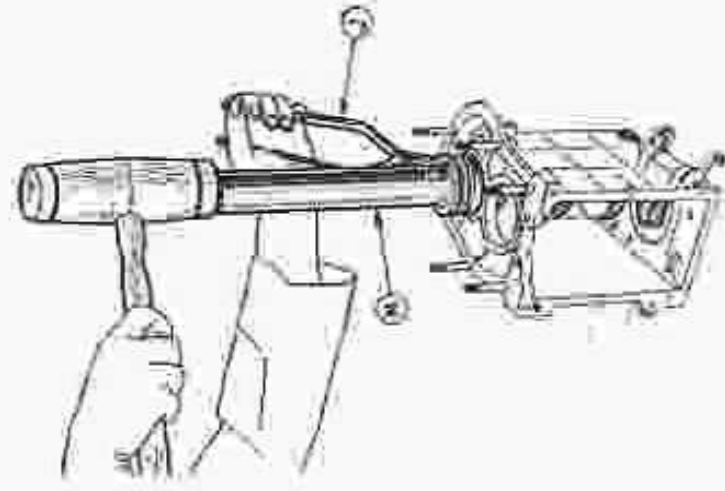

FIG. 73. — Mise en place du roulement et d'autres intermédiaires.
• Avec la pince J déloger le joint d'arrêt du roulement AB, et monter celui-ci à sa hauteur vers l'extérieur, en le chassant à l'aide du corps d'extracteur K, la balle de bois, l'AV, le l'arbre intermédiaire s'appuyant sur un tasseau en bois (fig. 73).